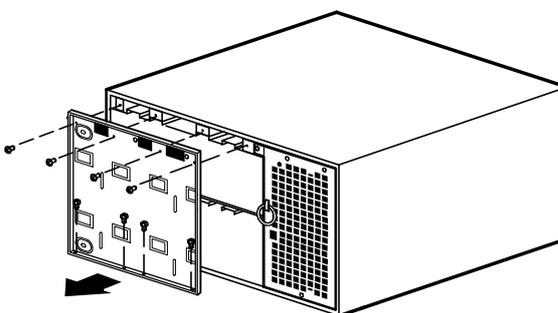

Рисунок 26. Снятие защитной пластины батареи ИБП
2. Выверните восемь винтов защитной пластины батареи и сохраните их. Снимите пластину и сохраните ее. См. Рисунок 26.